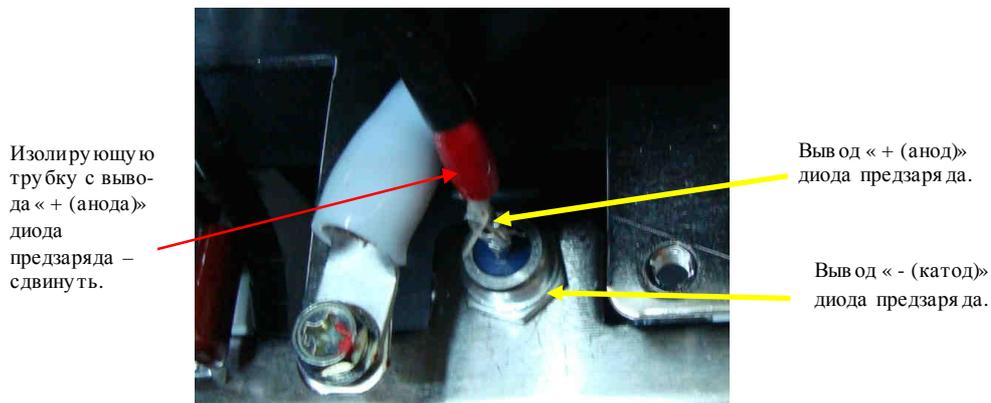

Рис. 4.14.
4.10.3. Проверить диод предзаряда (рис. 4.14), подсоединяя к его выводам мультиметр в режиме «Прозвонка диода» (чтобы получить доступ к выводу «+ (анод)» диода предзаряда, изолирующую трубку с вывода необходимо сдвинуть). Если диод предзаряда исправен, то при прямой проводимости показания прибора должны составлять 0,3 – 1,0, при обратной проводимости - «обрыв цепи». При иных показаниях прибора диод предзаряда считается неисправным и подлежит замене.